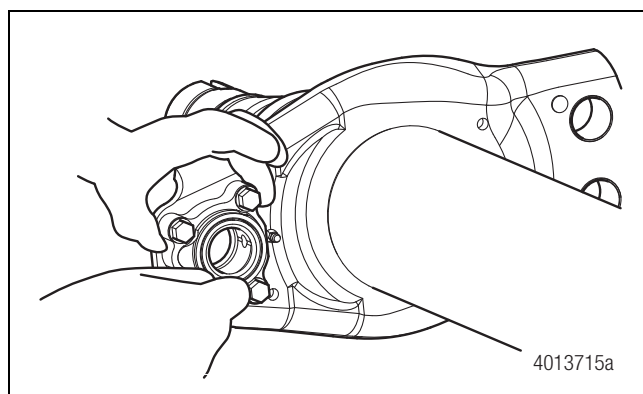

Figura 11.53
15. Coloque el portabuje apernado en su posición sobre la araña y coloque a mano los cuatro pernos de retención y las arandelas. Figura 11.53.